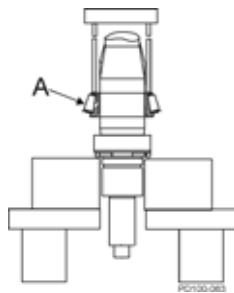

**Figure 47 - Graissage de l'arbre**
1. Lubrifiez le roulement avant de l'arbre (Figure 47, élément 7, 8) au moyen d'huile ou de graisse. Placez le roulement à la verticale dans une presse hydraulique, la section liquide tournée vers le bas.